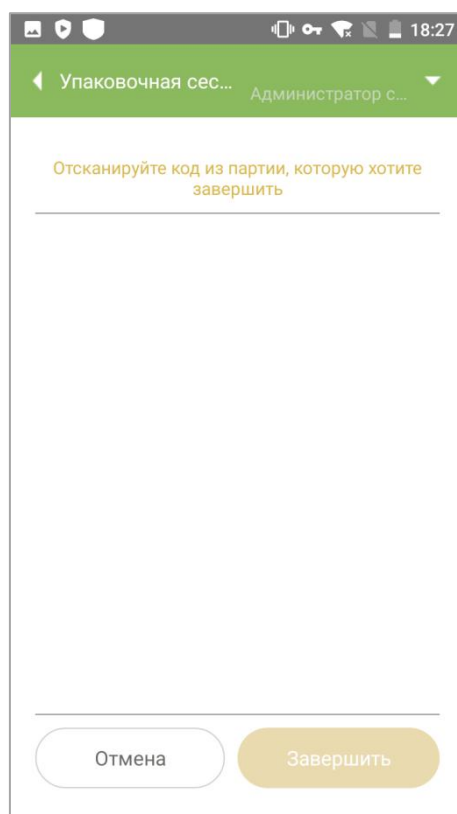
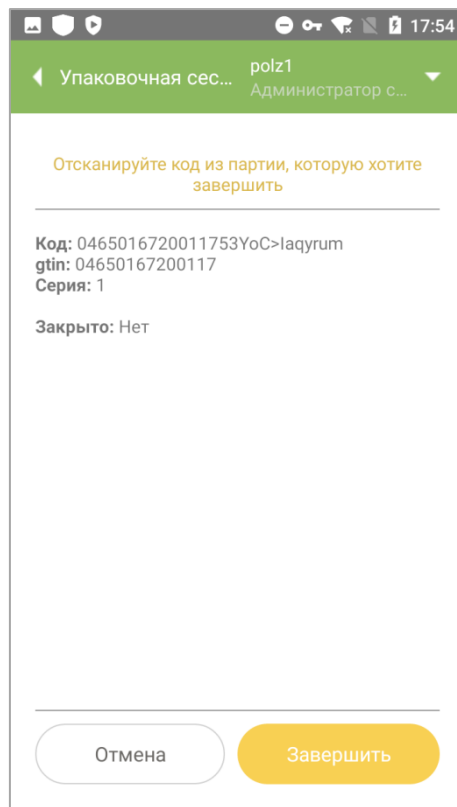

Рисунок 20.1
Рисунок 20.2
2. В открывшемся окне (Рисунок 20.1) отсканировать КМ из партии, которую требуется завершить (Рисунок 20.2).